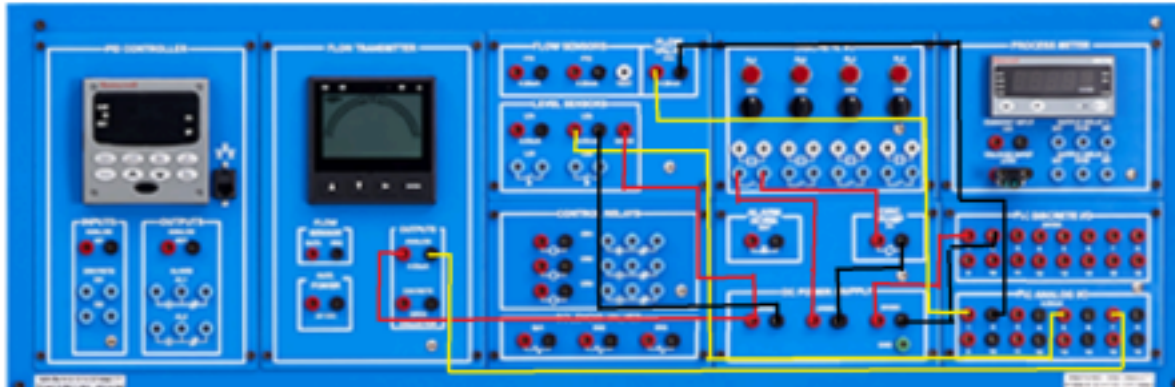
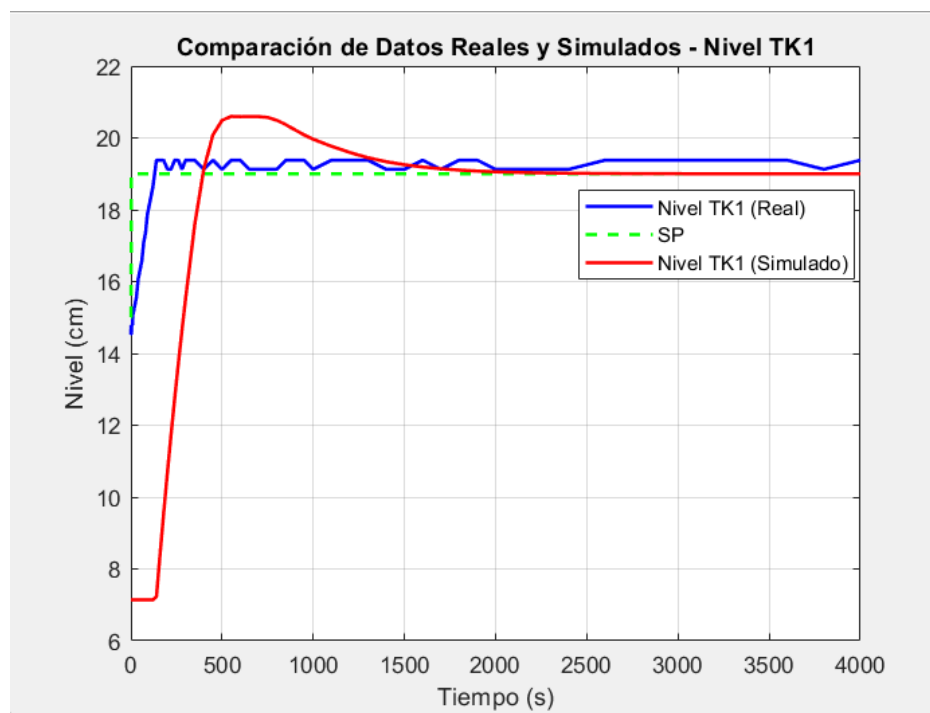

Figura 1. Conexiones de la planta para control en TK1. Figura 2. Conexiones de la planta para control en TK2.
Figura 2. Comparación modelo con respuesta real de nivel
Para iniciar se debe realizar las conexiones de la figura 1 con la planta apagada para luego probar la sintonización del PID, revisar las actividades de este documento para llevar un orden correcto. Una vez comprendido realizar lo siguiente:
- Con la planta apagada realice el cableado que se muestra en la figura 1 o de la figura 2 según lo realizado en la guía de identificación, puede buscar más información en la documentación del PLC. Revise el correcto cableado.